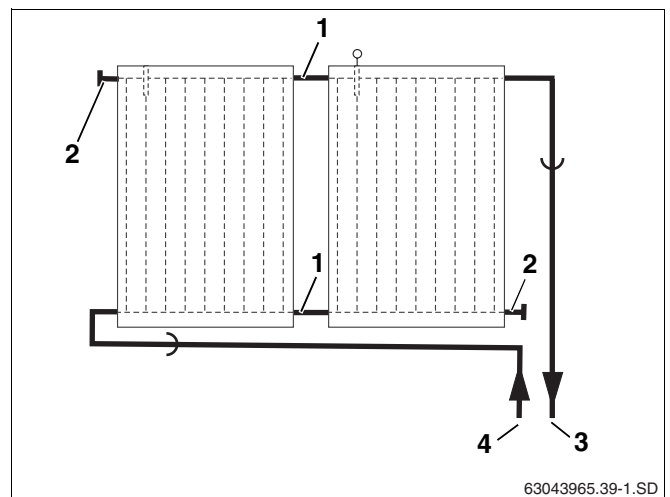
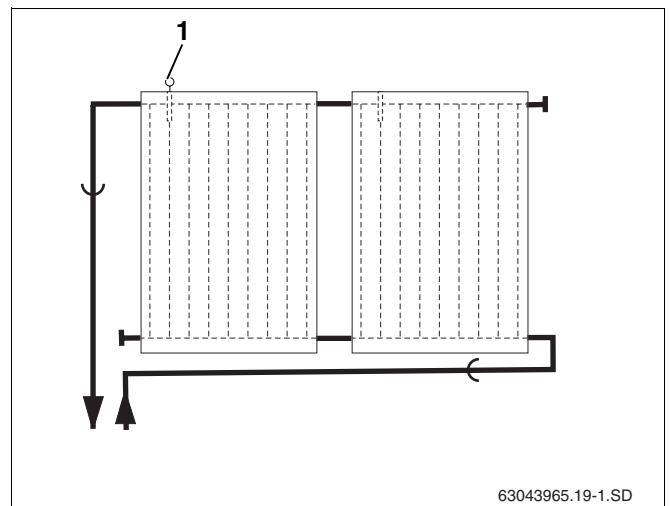

Fig. 37 Ligação hidráulica – tubagem de avanço à direita
Fig. 38 Ligação hidráulica – tubagem de avanço à esquerda
O campo de colectores deve levar tubos segundo o princípio de Tichelmann (retorno invertido). Assim, cada colector recebe o mesmo caudal (fig. 37).
A tubagem de avanço pode ser colocada à direita (fig. 37) ou à esquerda em cima (fig. 38). Nestas instruções, a tubagem de avanço está representada do lado direito.
Os colectores devem ser instalados de forma a que as passagens do sensor para a recepção do sensor do colector (fig. 38, **item 1**) se encontrem em cima.